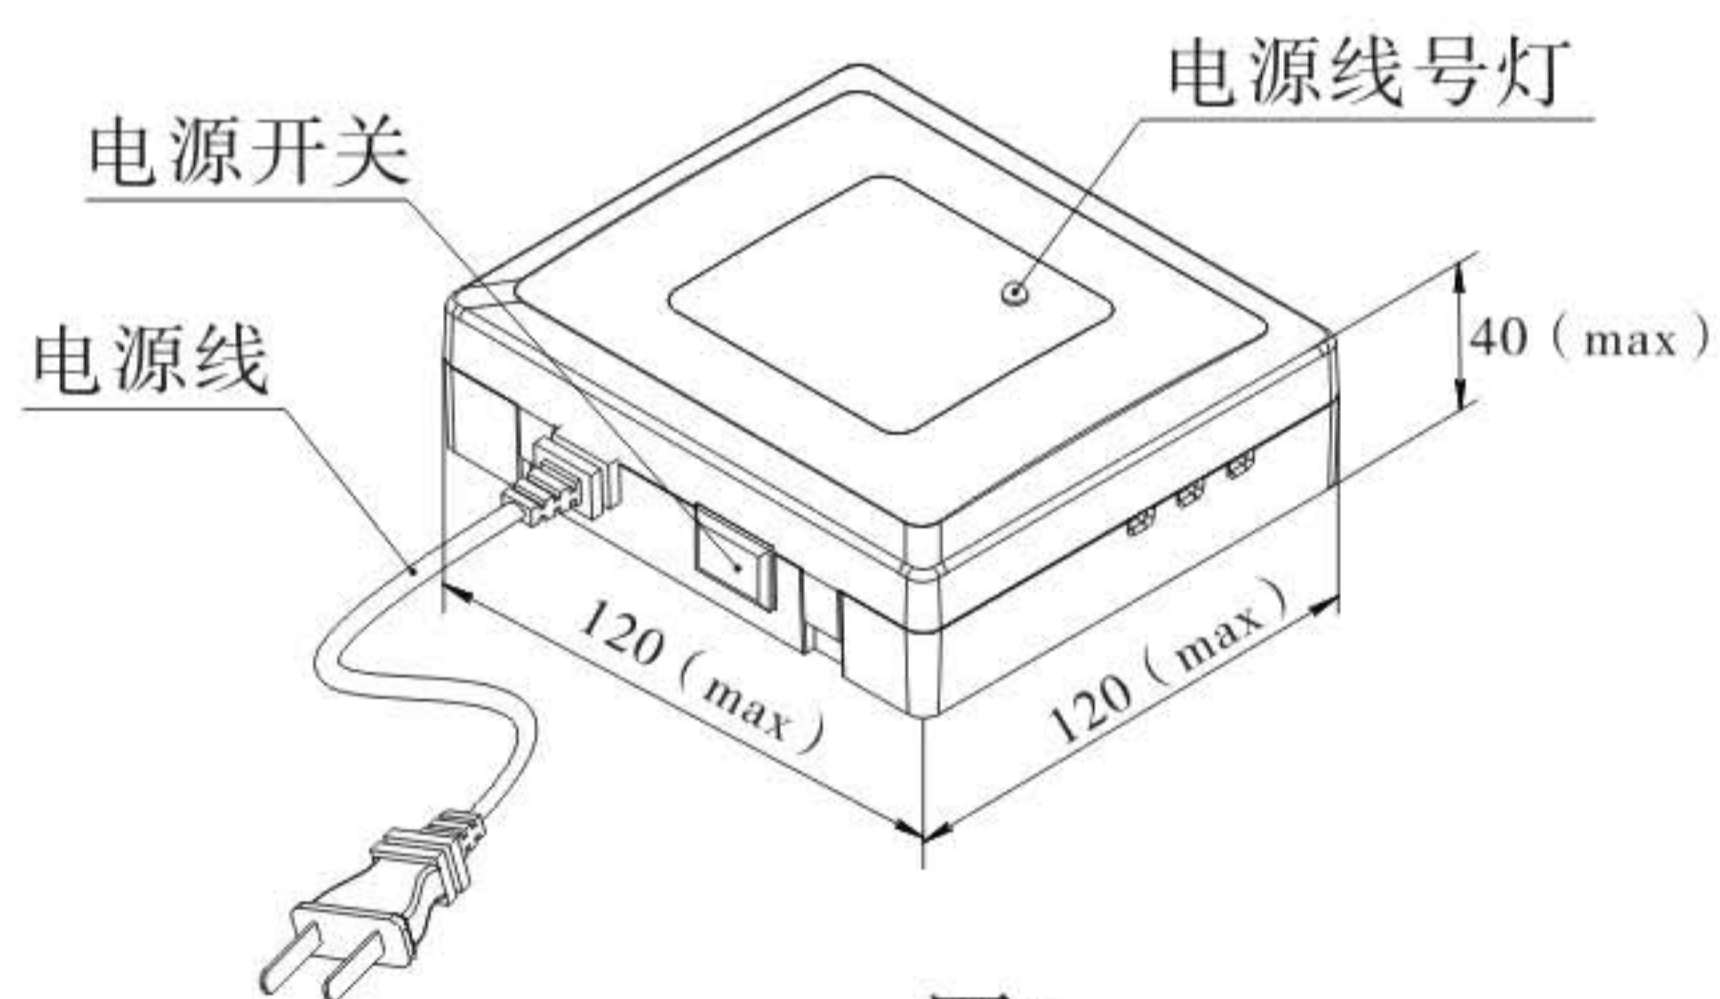
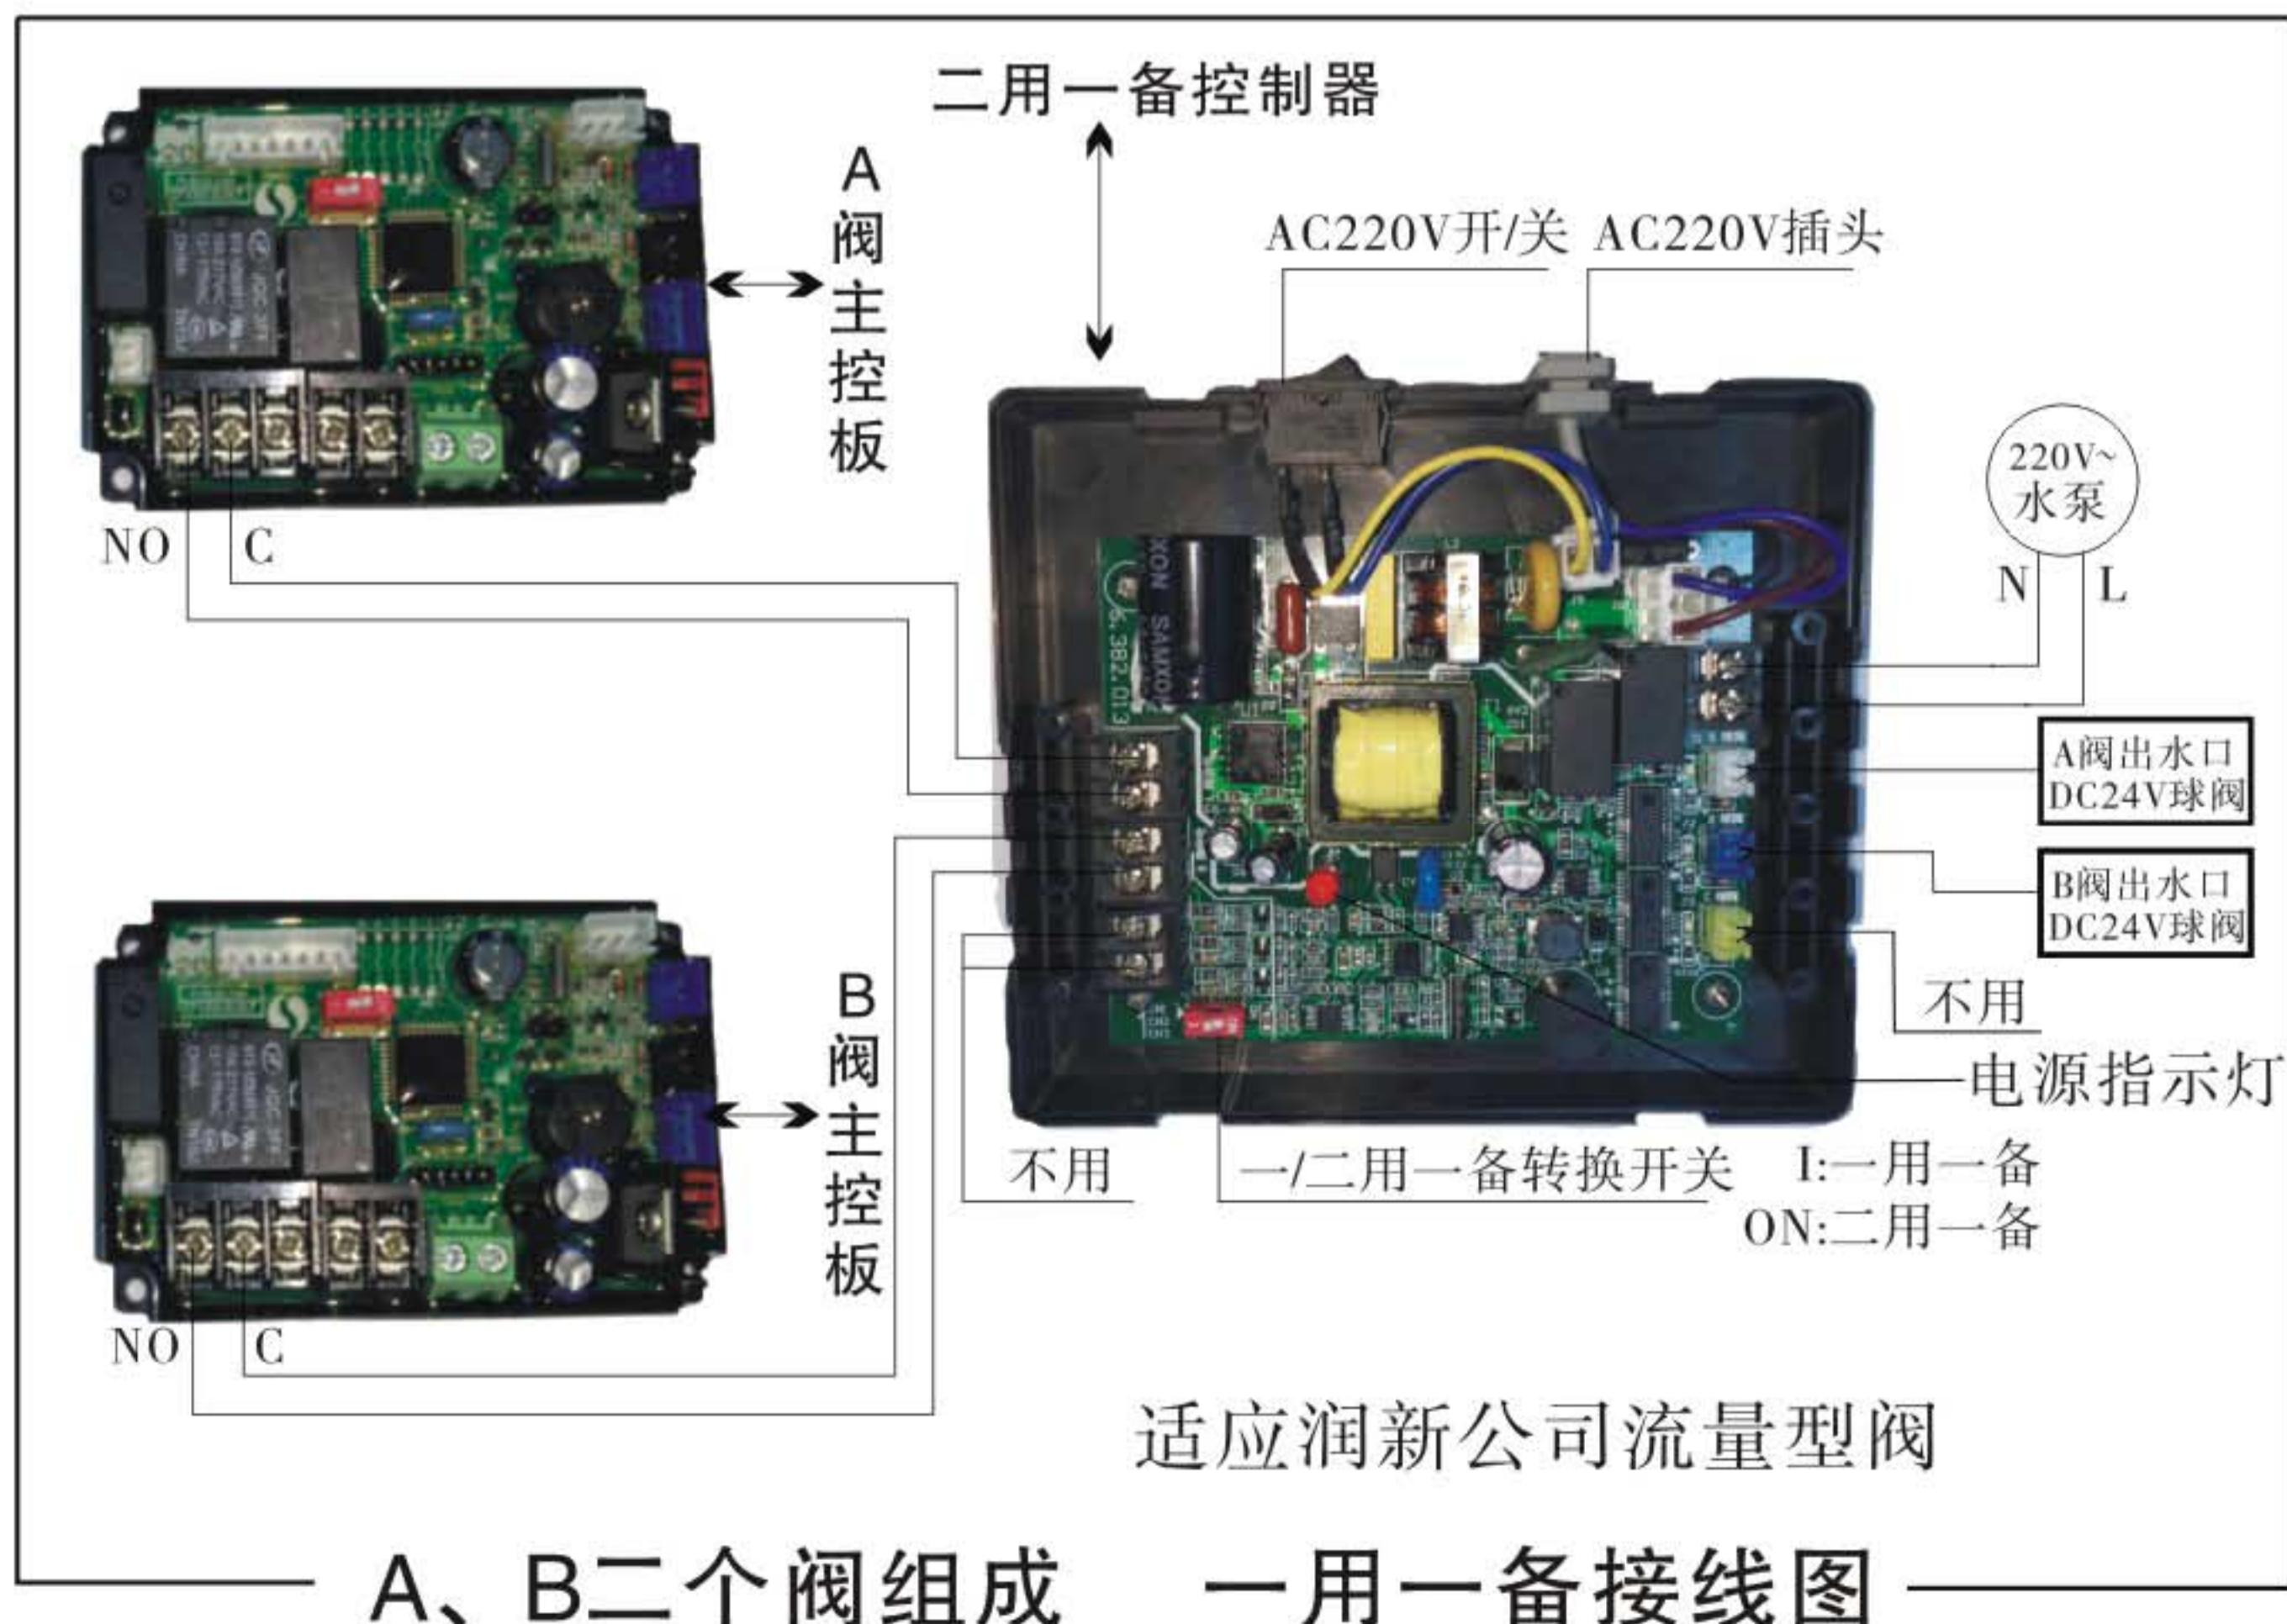
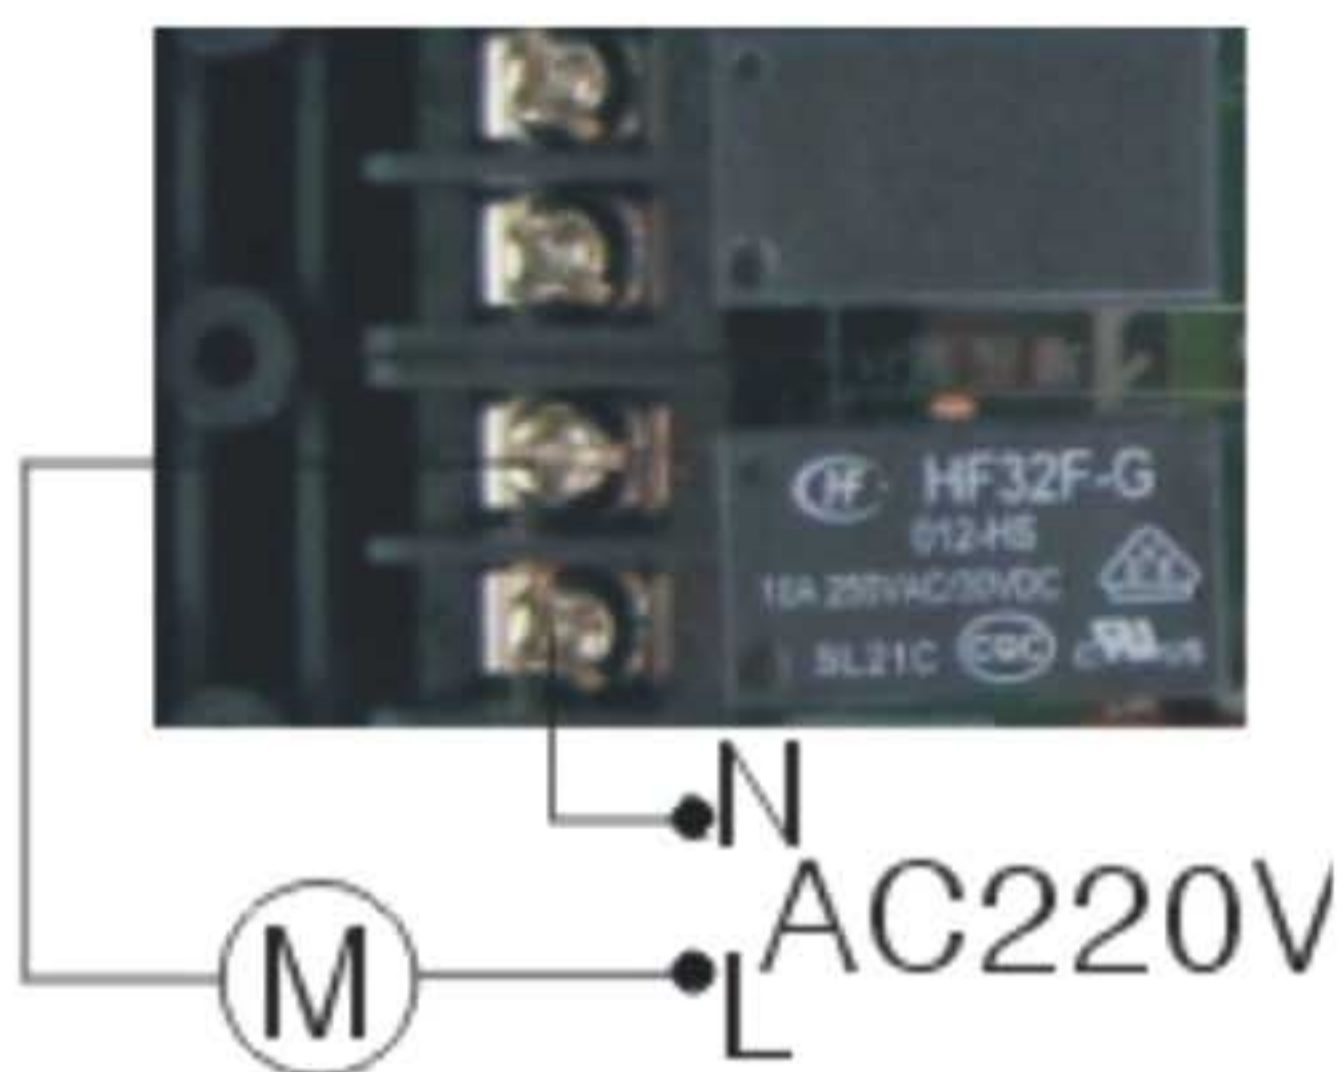
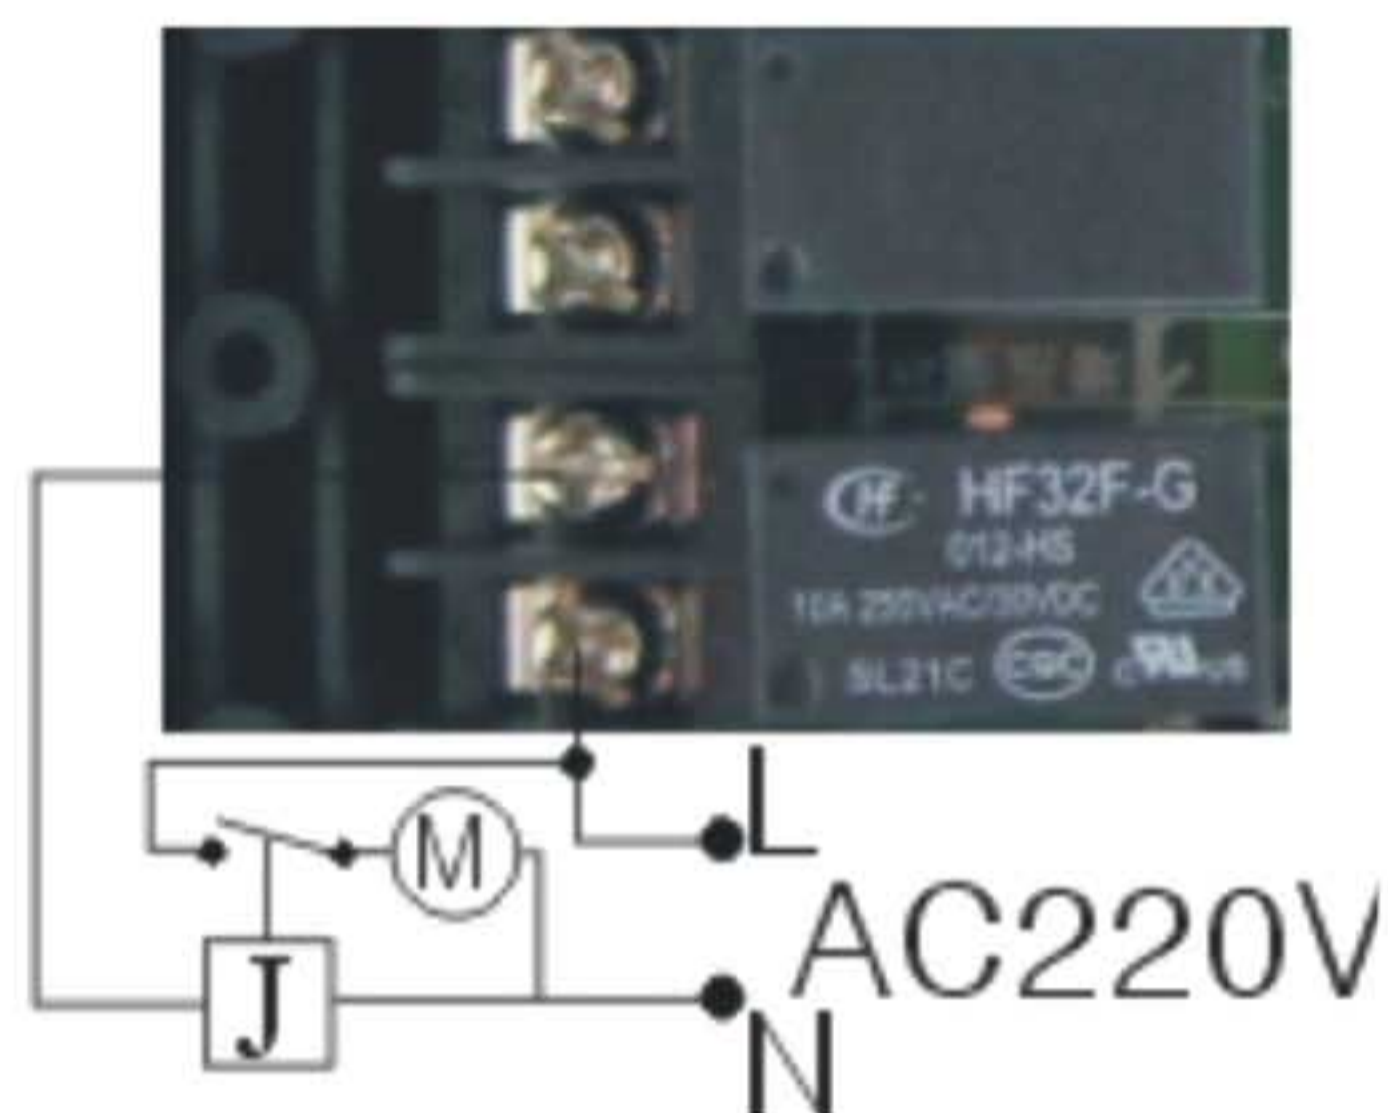

图1
图2
图3
图4
如图1所示。
A、一用一备系统接线示意图，图2。
- ①二台阀均为流量型控制阀，组成一用一备前均将信号输出方式设为“b-01”。
- ②“一/二用一备转换开关”拨至“1”端，为“一用一备”程序。此程序有停电保存。
- ③“NO”、“C”是指控制阀中控制板继信号输的三个黑色端子中的常开端子。
- ④“出水口电动球阀”是指安装在阀出水口的直流电动球阀。
- 如需连接增压泵，可与图2左下端的两个端子相连。如水泵电流  $< 5A$ ，可直接与控制器相连（图3）；如  $\geq 5A$ ，则需要接入交流接触器（如图4）
- ① 三台阀均为流量型控制阀，组成一用一备前均将信号输出方式设为“b-01”。
- ② “一/二用一备转换开关”拨至“1”端，为“一用一备”程序。此程序有停电保存。
- ③ “NO”、“C”是指控制阀中控制板继信号输的三个黑色端子中的常开端子。
- ④ “出水口电动球阀”是指安装在阀出水口的直流电动球阀。
- ⑤ 如需连接增压泵，可与图1左下端的两个端子相连。如水泵电流 < 5A，可直接与控制器相连（图3）；如  $\geq 5A$ ，则需要接入交流接触器（如图4）。